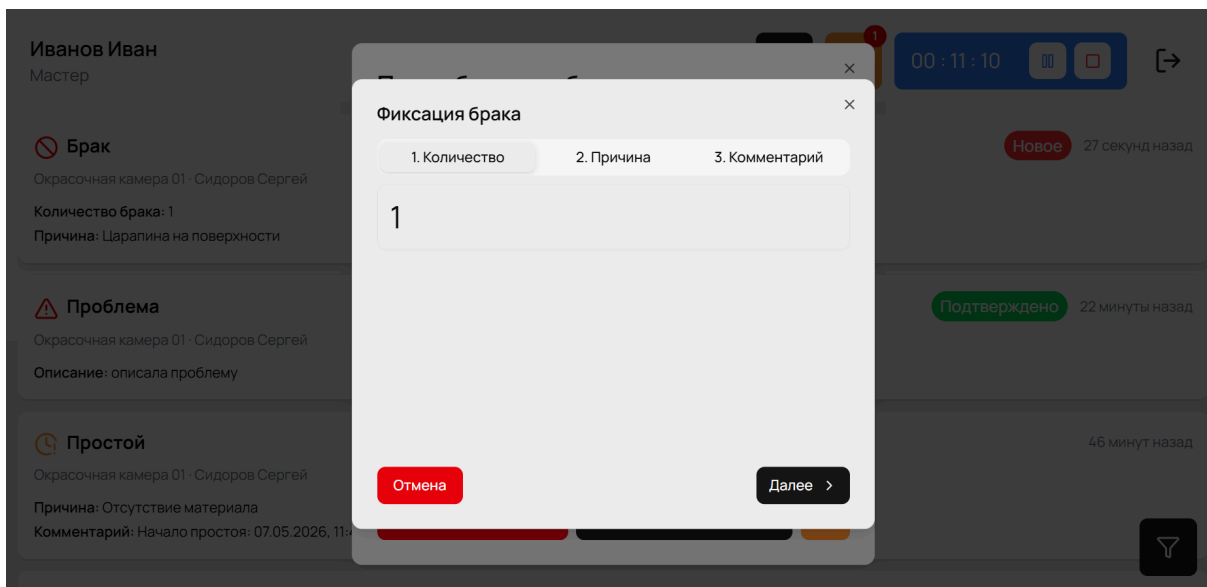

Рисунок 16 - Редактирование записи о браке
- Редактирование (до подтверждения): по кнопке редактировать в карточке брака открывается окно (Рисунок 16). Мастер может изменить количество, причину, комментарий. При сохранении система пересчитывает показатели задачи и РМ.